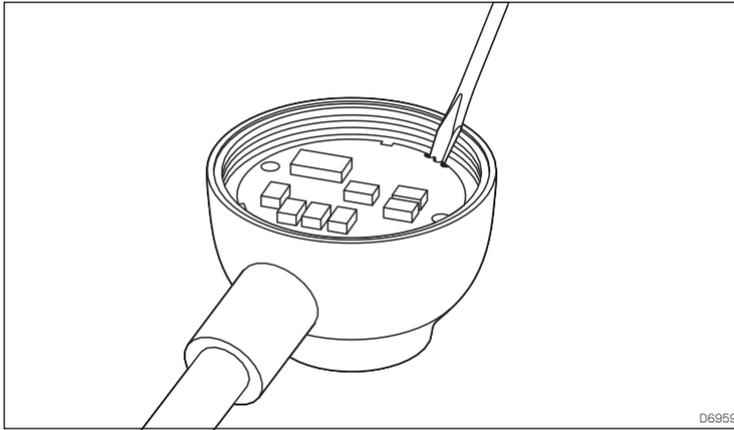

図2: プリント基板のイー징ング
5. 図2を参照して、PCBの端にあるブレードアウトホールに適切な工具 (小型ドライバーなど) を挿入し (項目6)、その工具を使ってPCBをボトムポッドの凹みからゆっくりと外します。